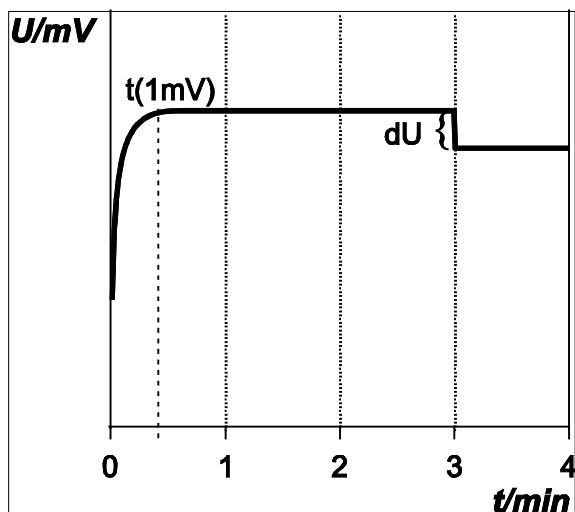

Fig. 14: Courbe du potentiel schématique au cours d'un test d'électrode
- Lors d'**écoulement d'électrolyte interne** correct, l'arrêt de l'agitateur provoque seulement une chute de potentiel minime (voir Fig. 14). Si cette chute est trop grande, cela indique un écoulement trop faible, ce qui peut signifier que le diaphragme est bloqué. Si on observe une augmentation, cela signifie que l'écoulement est trop élevé et devrait être corrigé.